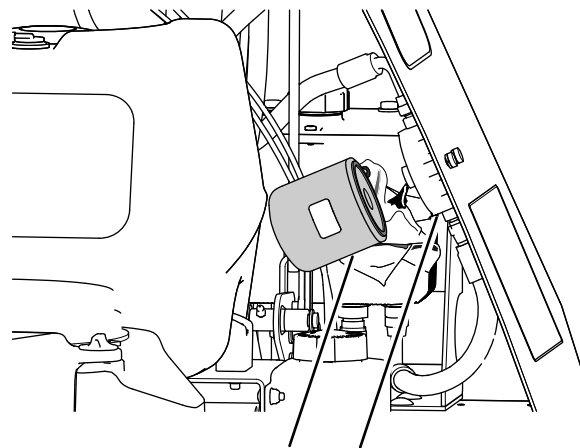

Figura 57
7. Para instalar el filtro, gírelo en sentido horario en el adaptador del filtro hasta que la junta entre en contacto con el adaptador, luego apriete el filtro entre 2/3 y 3/4 de vuelta más (Figura 57).